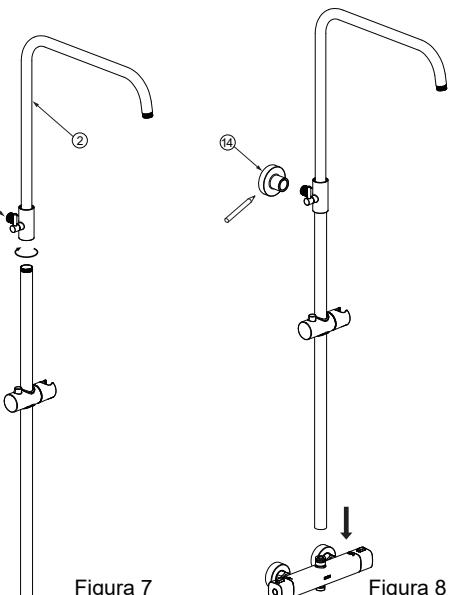

Figura 8
- c) Conecte el riel elevador a la barra de ducha termostática y marque la posición del conector de tubería en la pared (Figura 8).